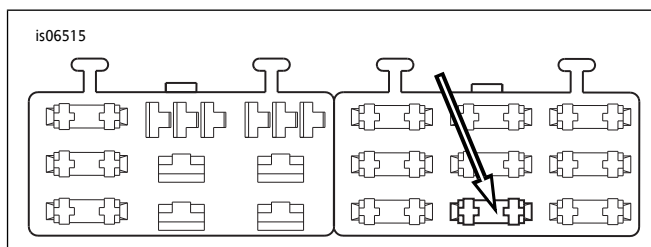

图8。“OPEN”（空白）保险丝盒空腔（2004年款及之后的戴纳车型）
4. 参见图8。在右保险丝盒中找到保险丝盒盖上标为“OPEN”（空白）的保险丝空腔（1）。插入橙色/白色适配线接线端，直至其停止。参照附近的工厂安装接线端进行对比，检查确认朝向和深度是否正确。